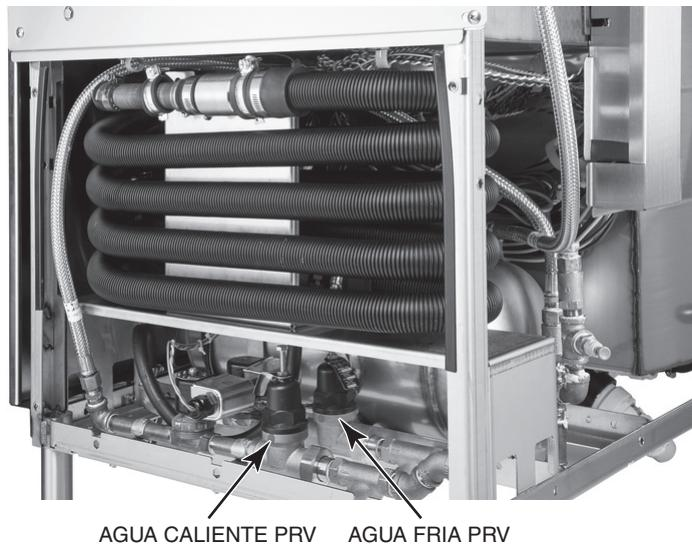

Figura 17
16. Mientras el agua del enjuague final ingresa, ajuste el regulador de presión de agua fría (Figura 17) hasta que el manómetro indique 20 ± 5 PSI.